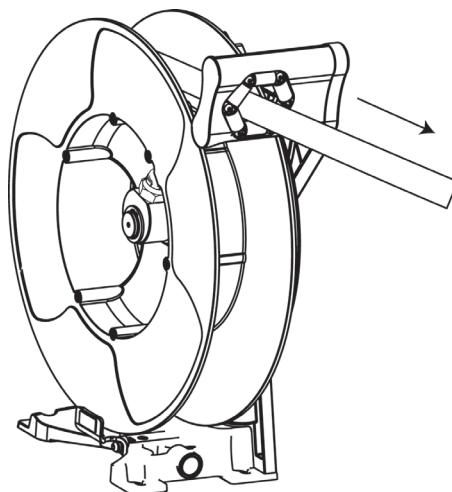

Fig. 6
1. Unwind the hose completely and then search for the ratchet locking position (fig. 6).
1. Desenrolle totalmente la manguera usada y busque la posición de bloqueo del trinquete más próxima a esta longitud (fig. 6).
1. Déroulez complètement le flexible jusqu'à la dernière position de verrouillage du cliquet (fig. 6).
2. Rollen Sie den Schlauch komplett ab und rasten Sie die Trommel ein (Fig. 6).